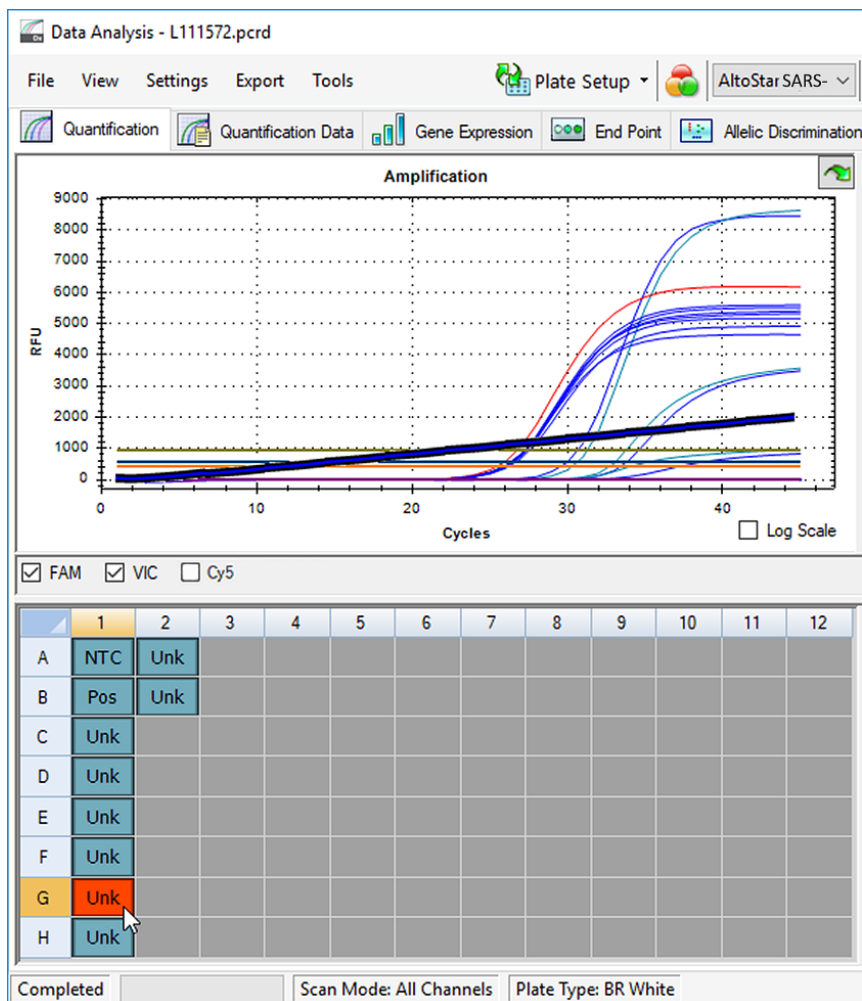

Abb. 6: Fenster Data Analysis (Datenanalyse): irreguläres PCR-Signal
2. Identifizieren Sie Wells mit irregulären PCR-Signalen (lineare Signalzunahme, Signalspitzen usw.) in den Detektionskanälen FAM™ (E-Gen), VIC™ (IC) und Cy5 (S-Gen) (siehe Abbildung 6).